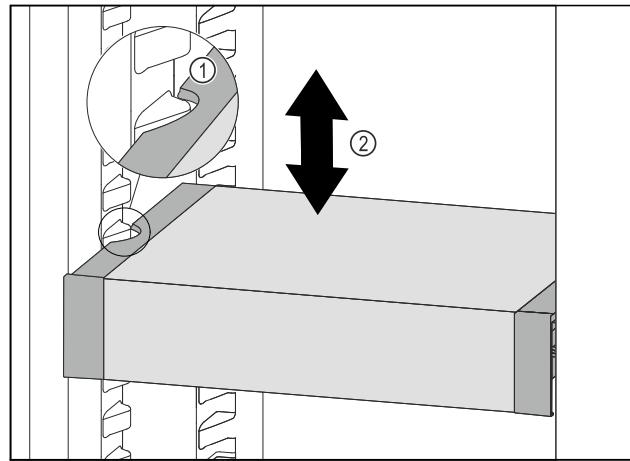

Fig. 51
- Потягнути VarioSafe вперед, поки бокові заглиблення VarioSafe не опиняться на рівні ребра для резервуара в охолоджувальному відділенні. *Fig. 51 (1)*
- Пересувайте VarioSafe вгору або вниз в охолоджувальному відділенні до тих пір, поки не досягнете бажаної висоти. *Fig. 51 (2)*